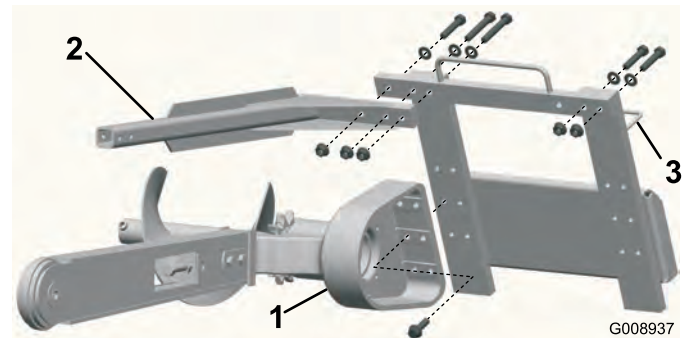

Figura 7
2. Retire los 6 pernos que fijan el cabezal de la zanjadora al bastidor (Figura 7).
4. Fije el cabezal al bastidor con los 6 pernos que retiró anteriormente (Figura 7).
6. Retire los 3 pernos, las arandelas y las tuercas de la barra de seguridad y retire la barra (Figura 7).
7. Retire los 2 pernos cortos, las arandelas y las tuercas que fijan el lado derecho del bastidor superior y muévalos a los taladros correspondientes de la izquierda (Figura 7).
8. Instale la barra de seguridad sobre la cadena de la zanjadora usando los 3 pernos, las arandelas y las tuercas que retiró anteriormente (Figura 7).
10. Mueva los manguitos desde la guía que está encima de la zanjadora hasta la guía del lado izquierdo (Figura 7).